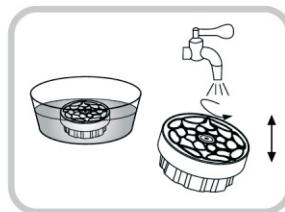

Fig.1
2. Limpie el Filtro de Resina sumergiéndolo en agua tibia (60°C/140°F) por 10 minutos. Después de 10 minutos saque el filtro y enjuáguelo con agua corriente, moviéndolo con suavidad y rotando la Platina del Filtro de Resina (puede salir algún residuo, esto es normal). (Fig. 1)